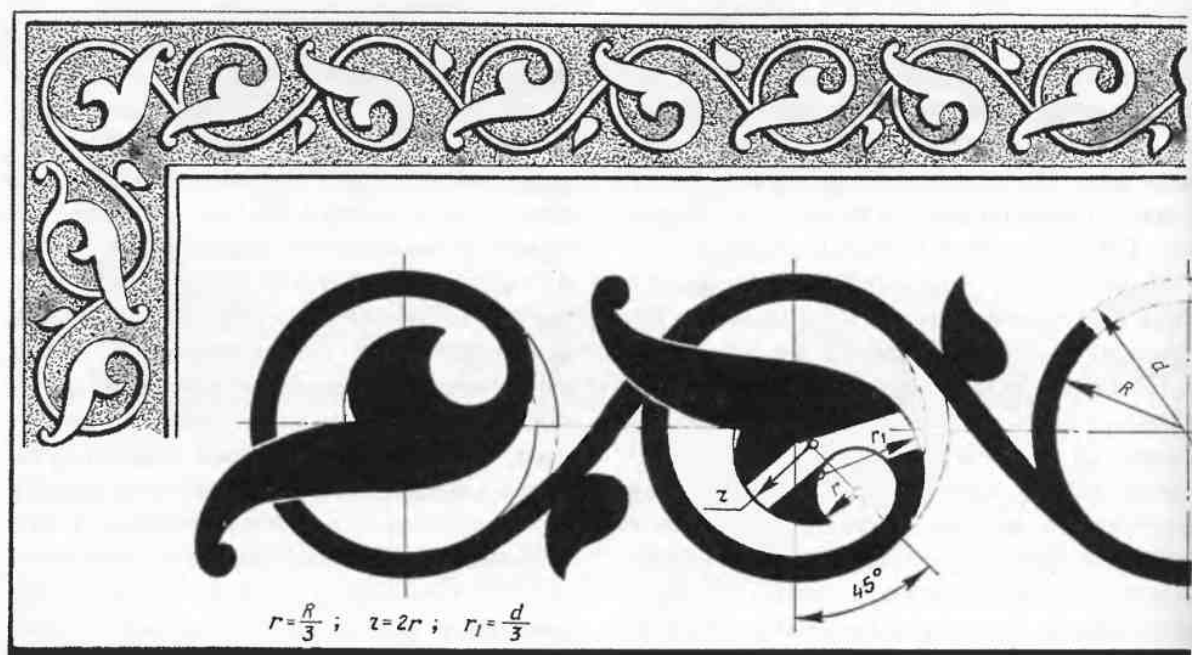

Рис. 193. Орнамент для контурной или прорезной накладной резьбы
*Орнаментальные композиции* могут решаться во фризовом исполнении по типу ленточных орнаментов (рис. 193—197), а также в виде изолированных украшений: розеток, обрамлений, накладных рамок. Последние подразделяются на композиции раскрытые (рис. 199, а), развивающиеся от центра, и закрытые, имеющие всегда четкий внешний линейный контур (рис. 199, б, в, г).